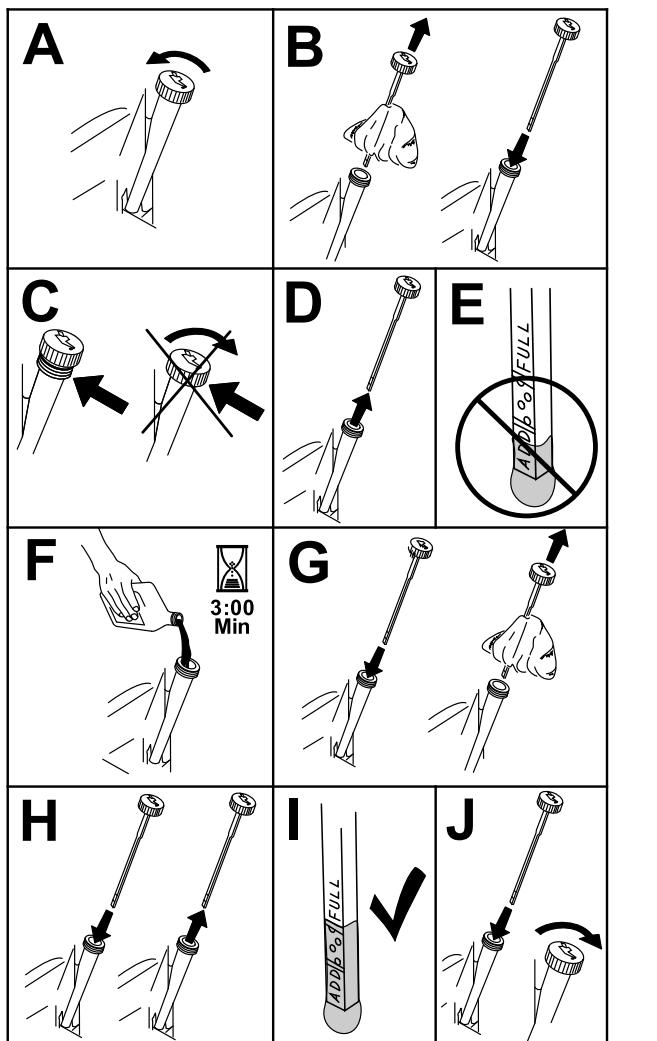

Figura 40
3. Para manter a sujidade, as aparas de relva, etc., fora do motor, limpe a área em torno da tampa de enchimento e vareta antes de a remover (Figura 40).